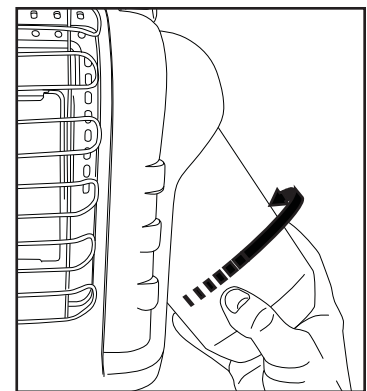

Figure 2 : Attachez le réservoir à carburant
chauffage portatif jusqu'à serré-de-mains; (voir figure 2). NE PAS utiliser du produit d'étanchéité pour filetages sur cette liaison
Inspectez visuellement la flamme de la veilleuse et le brûleur régulièrement au cours de l'utilisation. La flamme de la veilleuse doit être bleue, et non jaune, et s'étendra au-delà du thermocouple. La flamme doit entourer le thermocouple juste en-dessous de son extrémité (voir Figure 2, ci-dessous). Il est possible qu'une faible flamme jaune apparaisse là où se rencontrent la flamme veilleuse et la flamme principale du brûleur. Le brûleur doit être orange vif (avec un peu de bleu sur le contour; une brume rouge orangée visible sur le bloc céramique est acceptable) sans flamme apparente. Une flamme bleue qui s'échappe du bloc céramique indique une accumulation de poussière, de fibres ou de toiles d'araignée à l'intérieur du boîtier ou du compartiment du brûleur. Si la flamme veilleuse est jaune ou que le brûleur dégage une flamme visible, un nettoyage s'impose. Respectez la méthode suivante pour inspecter le boîtier et le compartiment du brûleur.
- 8 Inspectez et nettoyez la veilleuse (installée sur le support) à l'aide d'un aspirateur ou injectez de l'air comprimé dans les trous de la veilleuse, indiqués par les flèches de la figure 2, à gauche.